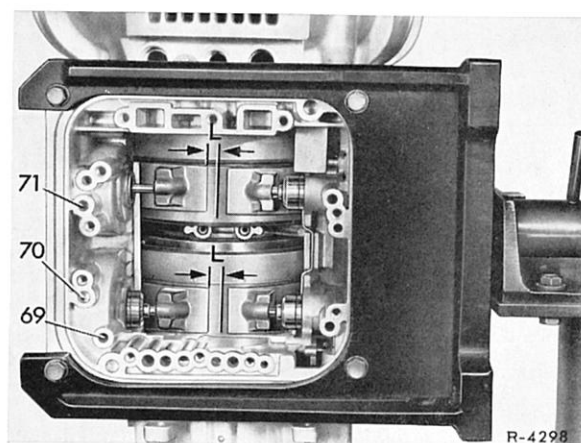

Bild 27-1/53
37 Leerweg der Bremsbandkolben B 1 und B 2 messen. Dazu Bremsbandkolben B 2 mit Druckluft über die Bohrung Abhebedruck (69) in Abhebestellung bringen und das Ende des Bremsbandes 2 auf der Bremsbandtrommel mit einer Reißnadel anzeichnen. Anschließend den Bremsbandkolben mit Druckluft über die Bohrung Schaltdruck B 2 (70) in Schaltstellung bringen und das Ende des Bremsbandes ebenfalls auf der Bremsbandtrommel anzeichnen (Bild 27-1/52).